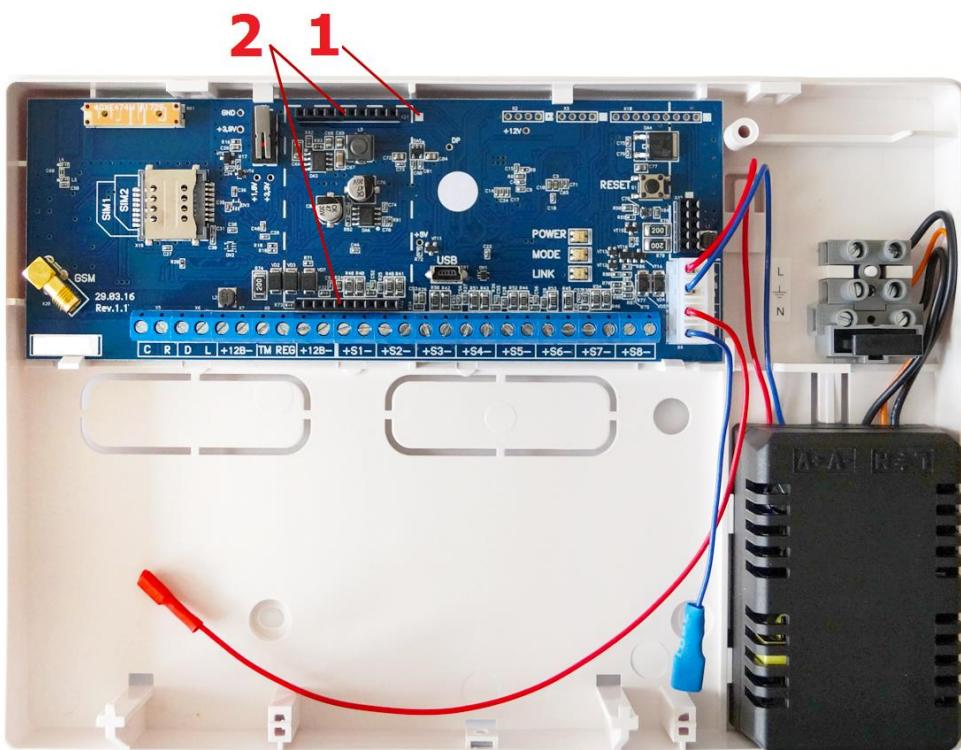

Рисунок 3.2 – Вид контроллера STEMEX SX820 со снятой крышкой
В качестве примера на иллюстрации (см. рисунок 3.2) приведена плата контроллера STEMEX SX820, на которой выделены слот для подключения модуля (2) и метка для правильной установки модуля (1).